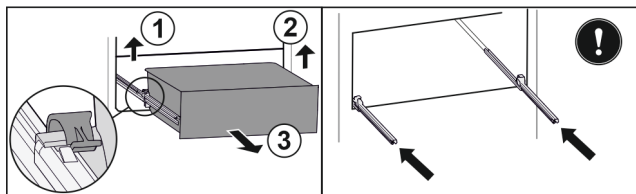

Fig. 129
- ▶ Dvignite levo spojko in hkrati povlecite predal levo naprej. Fig. 129 (1)
- ▶ Dvignite desno spojko in hkrati povlecite predal desno naprej. Fig. 129 (2)
- ▶ Predal vzemite ven v smeri naprej. Fig. 129 (3)